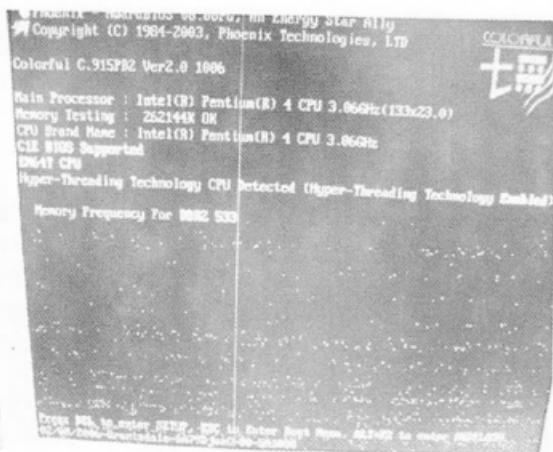

图 3-49 “满天星”故障表现
(4) 如果报错的数据位为 0~7、32~39 这样的整组（8 个为一组），重点检查对应的 LDQS、LDM 对地数值是否正常；如果报错的数据位为 0~31 这样的情况，重点检查显存的时钟信号/控制信号是否正常、地址线是否空焊、显存的工作电压/参考电压是否正常等。
(5) 如果整个通道报错，则可能为地址线短路或显存供电不正常，GPU 损坏等。
(6) 对于显存报错的，都可以采取替换法排除。例如，A 通道不报错，C 通道报错的显卡，可以把 C 通道数据位报错的显存与 A 通道互换，如果故障依旧，可以说明显存没问题，故障在 GPU 或者显存到 GPU 间的线路；如果错误的数据位在 A 通道了，说明显存坏，更换一颗显存即可修复。
(8) 如图 3-49 所示屏幕很多小点，且不断变化，戏称“满天星”，用软件测试的界面显示如图 3-50 所示。此为显存通病，芯片为 DDR3 三星 MBGA 封装的 K4J5532\*\*\*-BC14